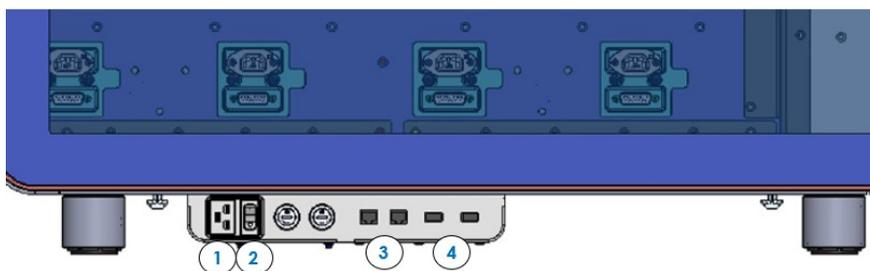

Figura 3. Caixa de conexão traseira do QIAstat-Dx Rise.
1. Primeiro, certifique-se de que o interruptor de alimentação na caixa de conexão lateral do instrumento esteja na posição "I" (Figura 3). Em seguida, pressione o botão **LIGAR/DESLIGAR** na parte frontal do QIAstat-Dx Rise para iniciar a unidade (Figura 5).